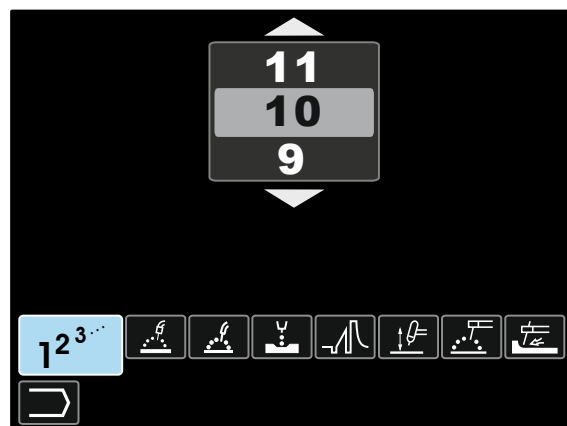

Abb. 8
- Mit dem Einstellungsregler [11] markieren Sie das Symbol für das ausgewählte Schweißverfahren – Abb. 8.